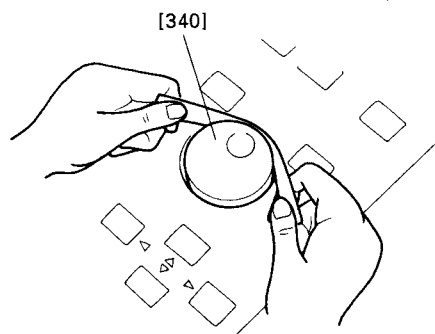

Fig. 6 (図6)
- 3-3 Remove the knob of the PARAMETER marked [340] and located on the control panel. (Fig. 6)
- 3-3 コントロールパネル表側の[340]の PARAMETER のつまみを外します。(図6)